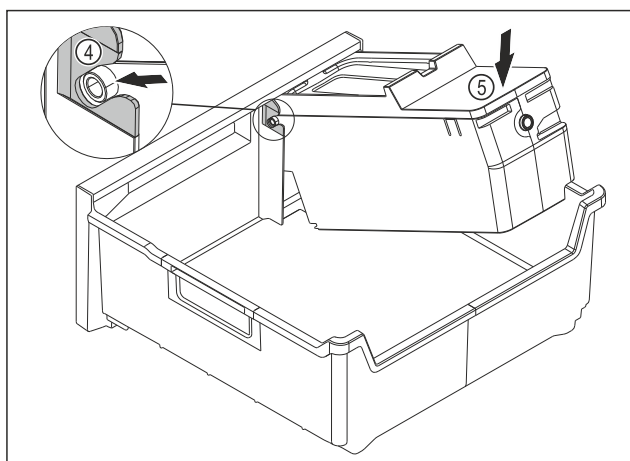

Fig. 80
- ▶ Встановіть корпус EasyTwist-Ice: Вставте осі корпусу EasyTwist-Ice в напрямні Fig. 80 (4).
- ▶ Натисніть на корпус EasyTwist-Ice Fig. 80 (5) ззаду вниз.